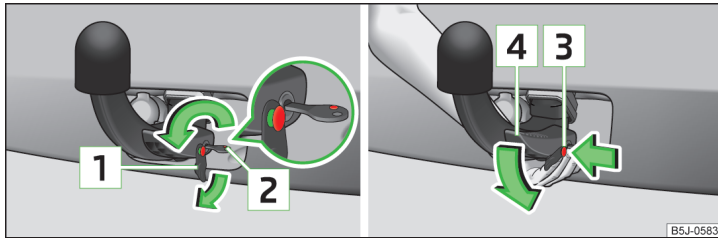

Abb. 122 Bedienungshebel der Kugelstange entriegeln / Kugelstange lösen
- Die Kappe **1** » Abb. 122 vom Schloss der Kugelstange in Pfeilrichtung abziehen.